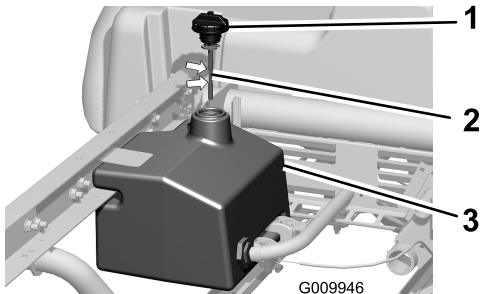

Figura 21
1. Limpie la zona alrededor del cuello de llenado y el tapón del depósito hidráulico (Figura 21).